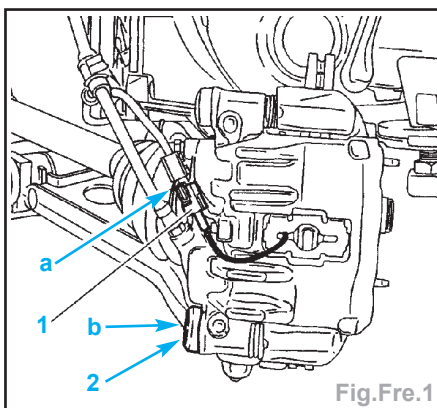

Fig.Fr.1
- Déconnecter le faisceau électrique (1) témoin d'usure des plaquettes (en «a») (Fig.Fr.1).